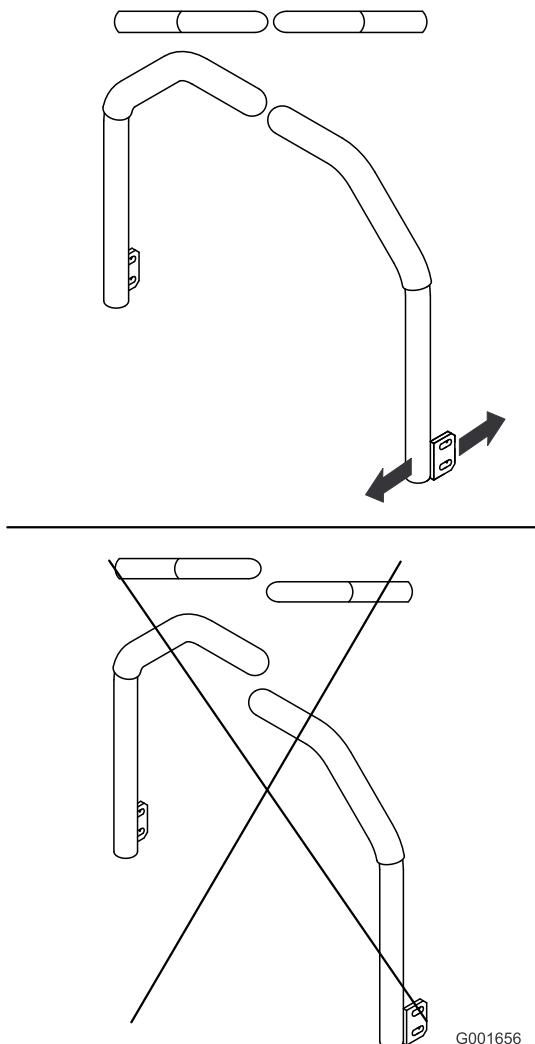

Bild 67
5. Stellen Sie die Fahrantriebshebel so ein, dass sie ausgerichtet sind (Bild 67) und ziehen Sie die Schrauben fest, um die Hebel an den Pfosten zu befestigen.